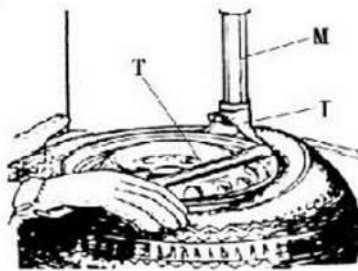

Fig. 6
Abaixe o braço vertical (M) até que a cabeça de montagem/desmontagem (I) fique próxima à borda do aro, gire a alavanca de travamento para travar o braço vertical e o braço oscilante na posição e ajuste o balancim para fazer a montagem/desmontagem a cabeça pode levantar 2 mm-3 mm automaticamente da borda do aro da roda. Insira a alavanca de elevação (T) entre o talão do pneu e a seção frontal do cabeçote de montagem/desmontagem (I) e mova o pneu acima do cabeçote de montagem/desmontagem conforme mostrado na Fig. 6.